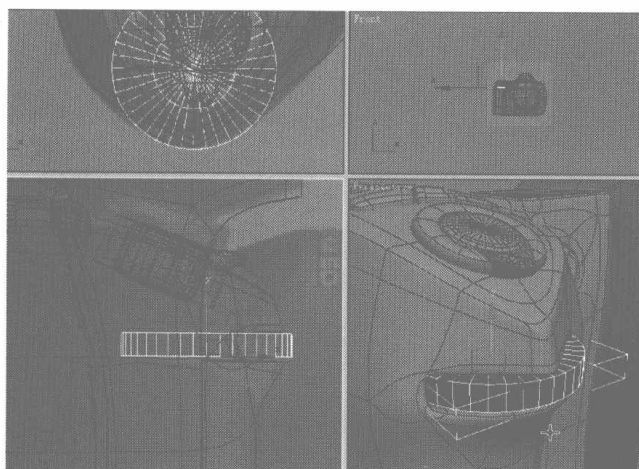
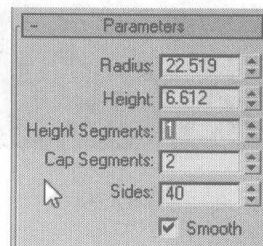

图 6.144
图 6.145
- 01** 在 Create 控制面板中单击 **Cylinder** 按钮, 在 Top 视图中建立一个圆柱体, 如图 6.144 所示, 参数设置如图 6.145 所示, 然后将该物体转换为可编辑的 Polygon 模型。